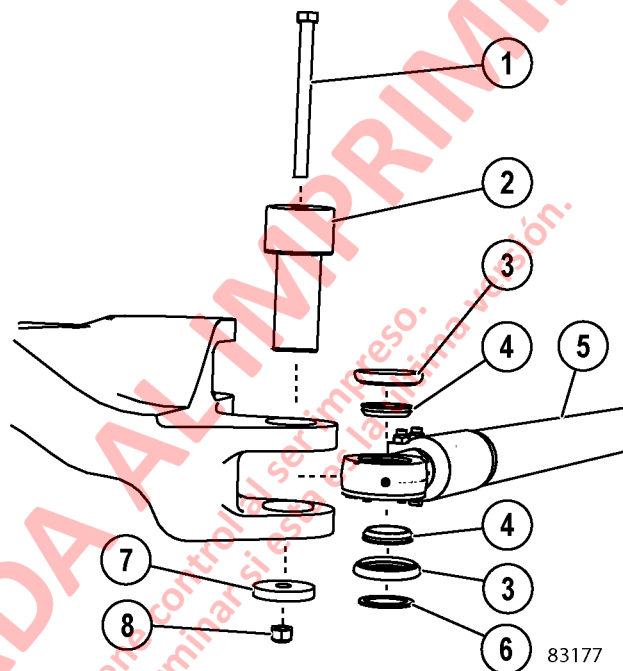

FIGURA 3-12. INSTALACIÓN DE LA BARRA DE DIRECCIÓN (TIPO)
4. Retire las tuercas de seguridad (8, Figura 3-12), los retenedores (7) y los pernos (1) desde ambos extremos de la barra de dirección.
5. Retire los pasadores (2) de cada extremo del cilindro y muévelos a un área de trabajo limpia. Los espaciadores de rodamientos (4) estarán sueltos al sacar el pasador. **Asegúrese de que los espaciadores de los rodamientos no se caigan y se dañen al sacar el pasador.**
7. Retire los sellos (3), los espaciadores (4) y las arandelas (6).
1. La barra de dirección (5, Figura 3-12) pesa aproximadamente 165 kg (364 lbs). Use un dispositivo de elevación apropiado para levantar la barra de dirección en posición dentro del camión.